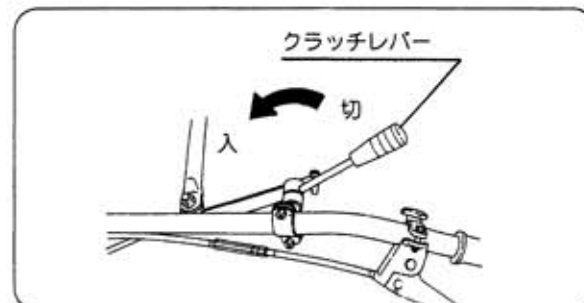

図46
- ① ロータリのクラッチレバーを「入」位置にします。(図46)